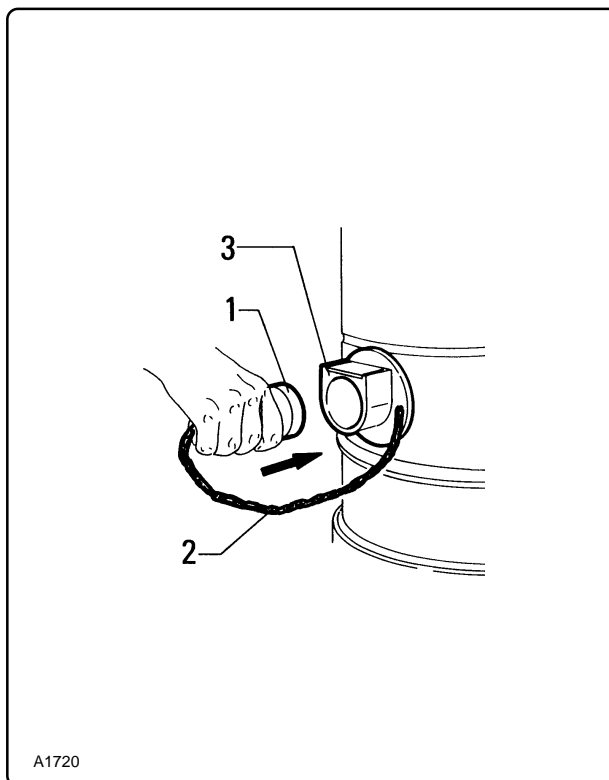

Fig. 6.7.2
- c** - tappo "1" di chiusura del bocchettone "3" fig. 6.7.2.
- c** - plug "1" to close mouth "3" fig. 6.7.2.